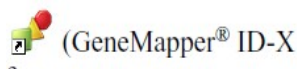

Figura 39. Icono de inicio GeneMapper.
**7.17.2** Localice, desde el escritorio de la computadora, el ícono de inicio del Genemapper y haga doble click (ver figura 39).